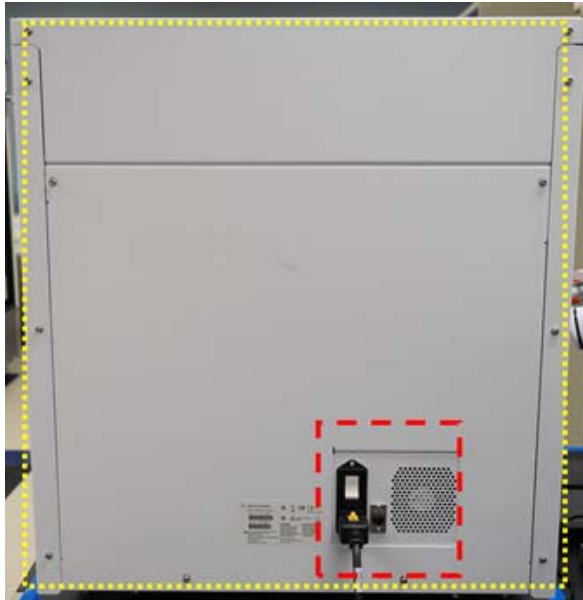

Figura 35 Superficies exteriores de la parte posterior del instrumento que deben limpiarse
- d Parte exterior posterior del instrumento:** Asegúrese de que el cable de alimentación no está conectado a la corriente eléctrica. Con un paño de laboratorio humedecido con alcohol isopropílico al 70 %, limpie la cara posterior del instrumento, que está señalada en amarillo en **Figura 35**. Debe prestar atención especial a la zona señalada en rojo, ya que incluye el botón de encendido de la zona posterior.